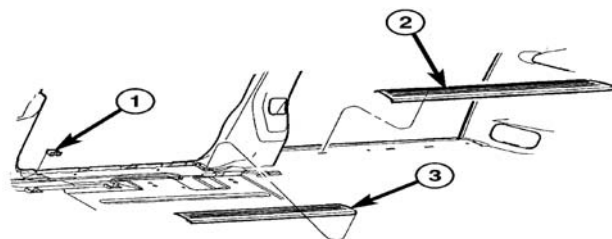

图 7 门槛板
- （2）从车辆上卸下门槛板（图 7）。
- （1）将门槛板放置到其在车辆上的位置（图 7）。